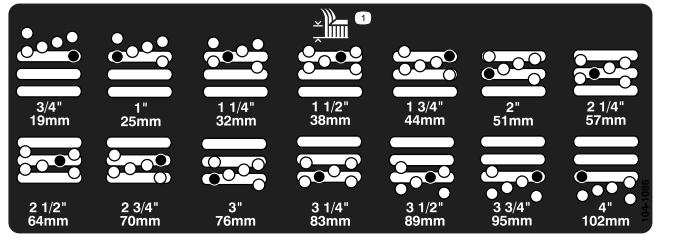

Bild 16
5. Stellen Sie die Kammer auf die gewünschte Schnitthöhe ein und setzen Sie das Distanzstück im gewünschten Schnitthöhenloch und -schlitz ein (Bild 16).